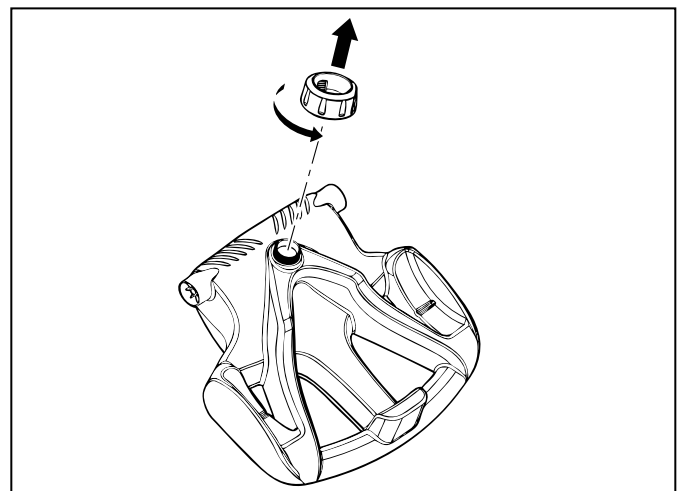

Figura 2. Saque la tuerca de mano de la unidad de base
1. Desatornille la tuerca de mano de la unidad de base (Figura 2).